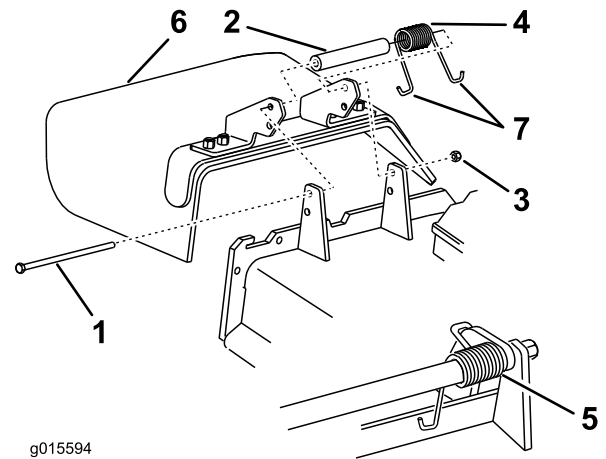

Figura 103
Nota: Asegúrese de colocar un extremo en J del muelle detrás del reborde de la carcasa antes de instalar el perno, según se muestra en Figura 103.
6. Coloque un extremo en J del muelle alrededor del deflector de hierba (Figura 103).